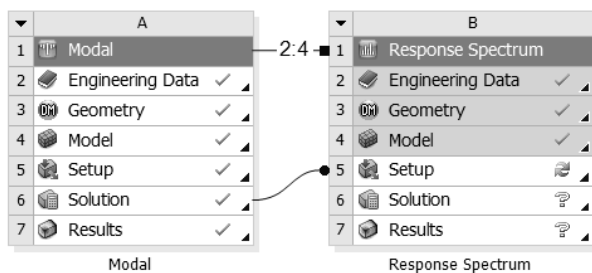

图 8-40 数据共享
Step2：如图 8-40 所示，项目 A 与项目 B 直接实现了数据共享，此时在项目 B 中的 B5（Setup）会出现 标识。